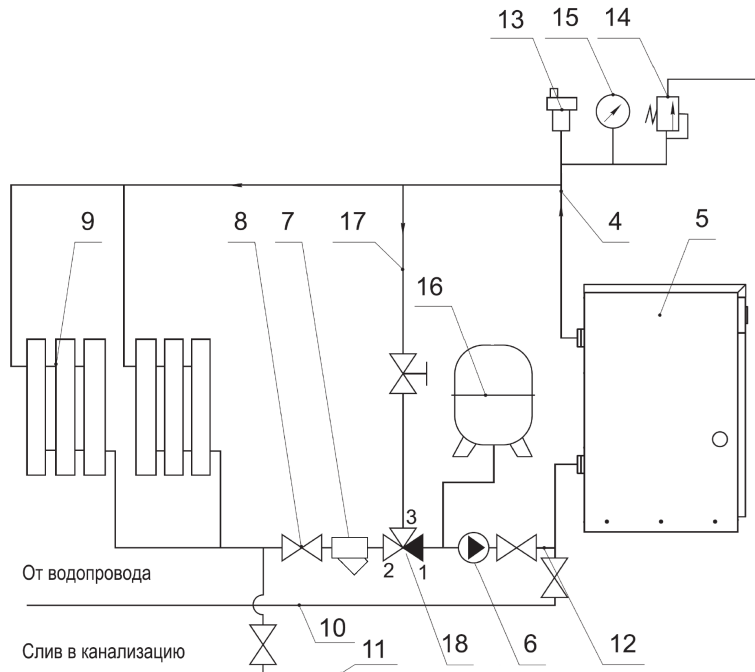

Рисунок 9
5.9 При использовании закрытой системы отопления (см. рис. 9) необходимо предусмотреть установку предохранительного сбросного клапана на давление не более 3 кгс/см2 и манометр для контроля давления теплоносителя. Выход предохранительного клапана системы отопления должен быть присоединён к сливу в канализацию с разрывом струи.